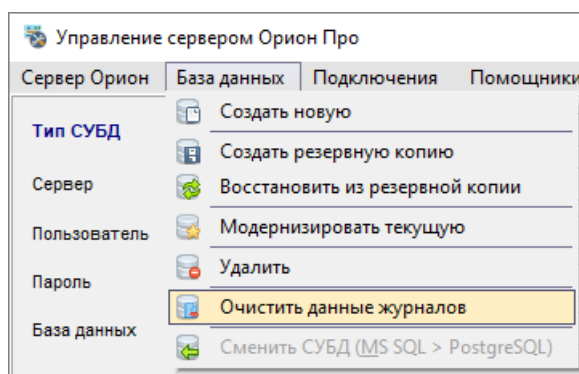

Рисунок 4-70 Переход к удалению данных из журналов БД
В случае успешного удаления БД соответствующая информация будет отображена в протоколе (см. Рисунок 4-70).
- 1) выберите в меню «База данных» (см. п. 4.3.1.2) пункт «Очистить данные журналов» (см. Рисунок 4-70);